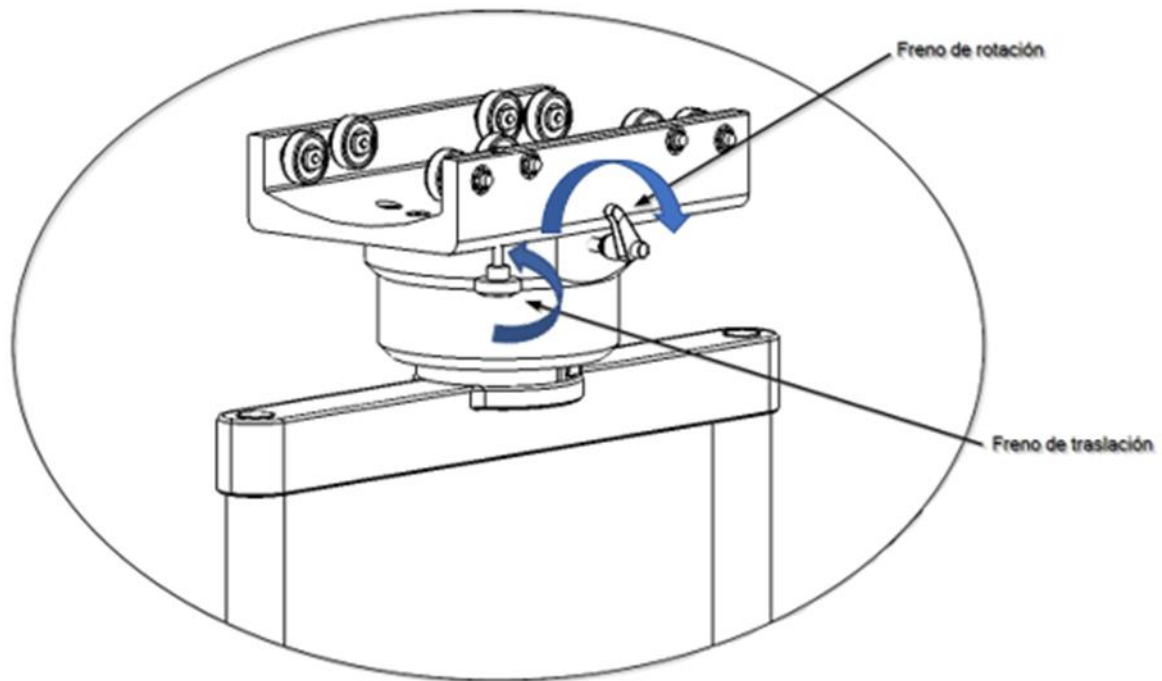

Fig. 45 Afstellen van de wrijvingsremmen op elementenwagens
- Om de remkracht op de draaias te vergroten, draait u de draairemhendel met de klok mee, zoals aangegeven in afbeelding 45.
- Om de remkracht op de draaias te verminderen, draait u de draairemhendel tegen de klok in, in tegenstelling tot wat wordt aangegeven in afbeelding 45.
- Om de remkracht op de translatie-as te vergroten, draait u de rotatie-remhendel met de klok mee, zoals aangegeven in afbeelding 45.